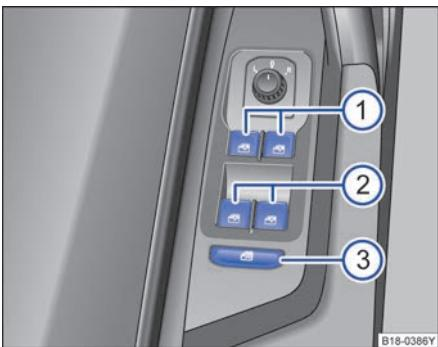

图 54 在驾驶员侧车门内：前部和后部车窗升降器的按钮。
⇒ 图 54 的图例：
安全按钮⇒图 54③ 停用后门车窗控制按钮。这时按钮中的黄色指示灯亮起。